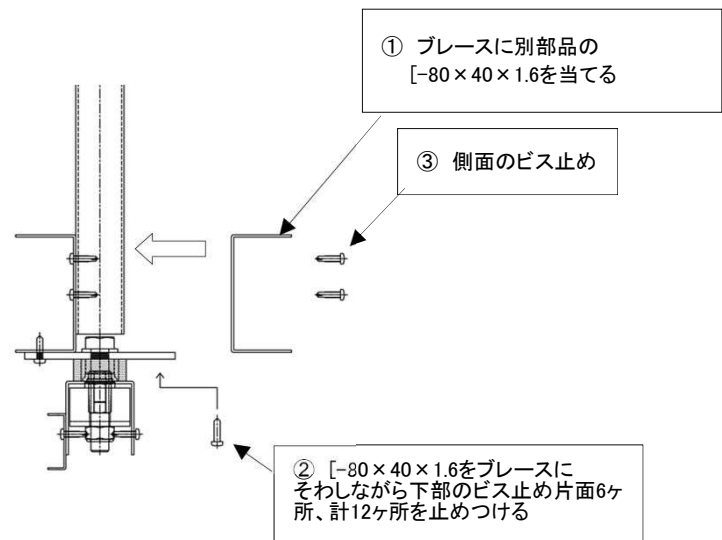

図 2-17 別部品の [-80×40×1.6の取付方法（野縁受け方向）
- ④ オトレスファスナーとブレースとの接続後、別部品の [-80×40×1.6をブレースの反対方向から当て、ビス止めする。(図2-17参照)